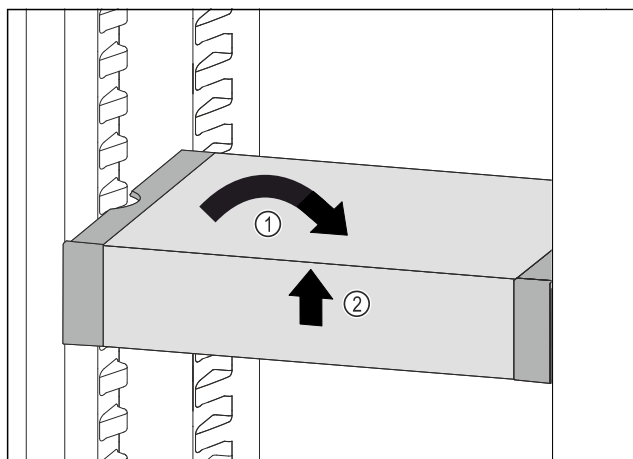

Fig. 55
- ▶ Poziționați drept VarioSafe. Fig. 55 (1)
- ▶ Ridicați în față VarioSafe. Fig. 55 (2)